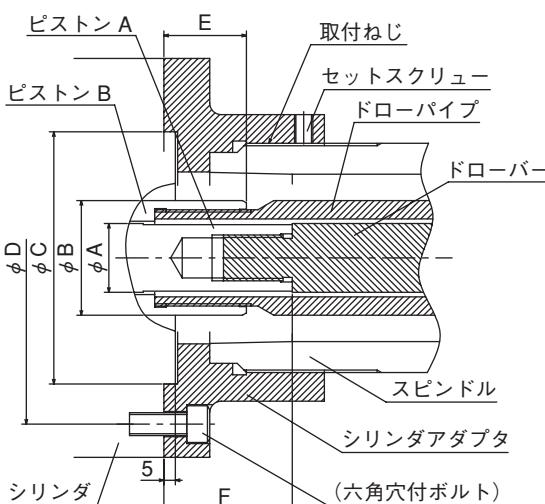

図9 シリンダアダプタ取付部
- シリンダは旋盤スピンドル支持部にできるだけ接近させてください。シリンダアダプタの取付方法と振れの測定方法を一例として図示します。（図9、表9）